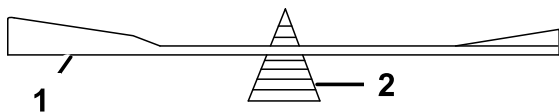

Figura 63
2. Verificați echilibrul lamei aezând-o pe dispozitivul de echilibrare a lamei (Figura 63).